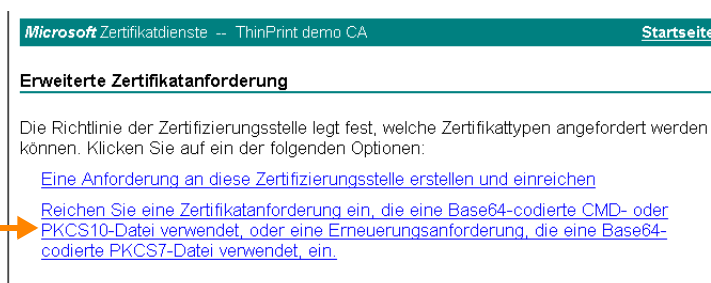
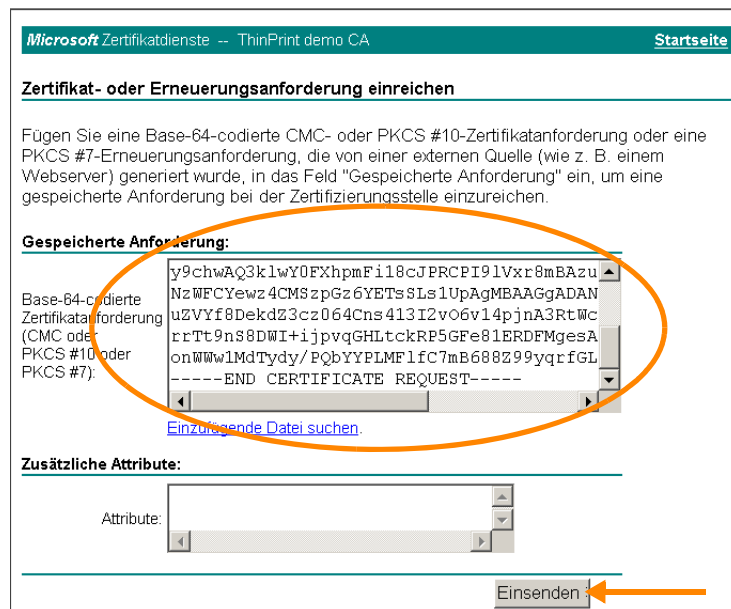
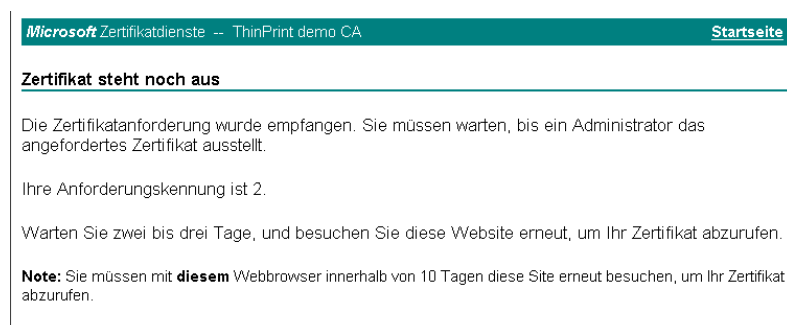

Bild 30 Webseite des Zertifikatservers: Base64-Zertifikatanforderung einreichen
Bild 31 Webseite des Zertifikatservers: Base64-Zertifikatanforderung eingeben
Bild 32 Webseite des Zertifikatservers: Zertifikat erfolgreich angefordert
- Für das Client-Zertifikat des ISD200/300 benötigen Sie ein Zertifikat, das mit Base64 kodiert ist. Wählen Sie deshalb den unteren Link wie in Bild 30. Es öffnet sich ein Fenster, in das Sie Ihre gespeicherte Anforderung eingeben können (Bild 31).
- Geben Sie in das obere Textfeld (Bild 31, eingekreister Bereich) entweder per copy&paste oder mit einem Upload über den Link unterhalb des Textfeldes den Inhalt Ihrer Textdatei (z. B. .rtf-Datei) ein. Klicken Sie dann auf den EINSENDEN-Button. Sie erhalten die Meldung, dass das Zertifikat angefordert wurde (Bild 32).
Sie erhalten eine Bestätigung, dass die Zertifikatanforderung erfolgreich war (Bild 32). Sie müssen keine zwei Tage warten, sondern nur solange, bis der Administrator des Zertifikatservers die (im nächsten Abschnitt beschriebene) Ausstellung des Zertifikats vorgenommen hat.